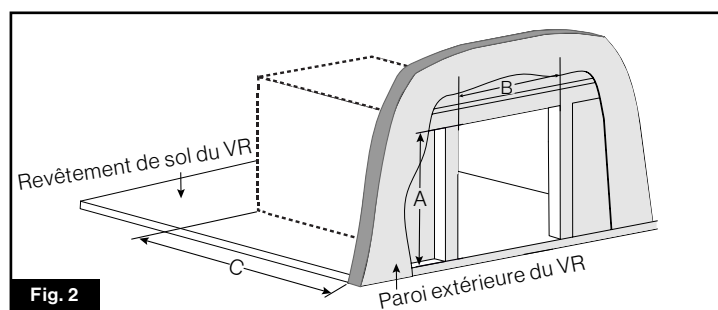

Fig. 2
- Créez une découpe avec les dimensions suivantes A et B de la Fig. 2.
2. L'ouverture peut nécessiter un ajustement pour s'adapter aux exigences d'installation de la Fig. 2. Référez-vous aux instructions d'installation de la porte, pour des consignes d'installation supplémentaires, les exigences et les options pour redimensionner l'ouverture. (Fig. 8)
- Repérez le point d'entrée de la plomberie pour l'entretien de l'arrière de l'appareil. Assurez-vous que le point d'entrée ne se trouve pas dans la partie inférieure de l'appareil. (Fig. 2)
2. Repérez le point d'entrée du câblage pour l'entretien de l'arrière de l'appareil. Assurez-vous que le point d'entrée ne se trouve pas dans l'espace au sol de l'appareil (Fig. 2). Assurez-vous que tous les bords sont protégés afin d'éviter l'abrasion du fil.
1. Repérez le point d'entrée de la plomberie pour l'entretien de l'arrière de l'appareil. Assurez-vous que le point d'entrée ne se trouve pas dans la partie inférieure de l'appareil (Fig. 2)